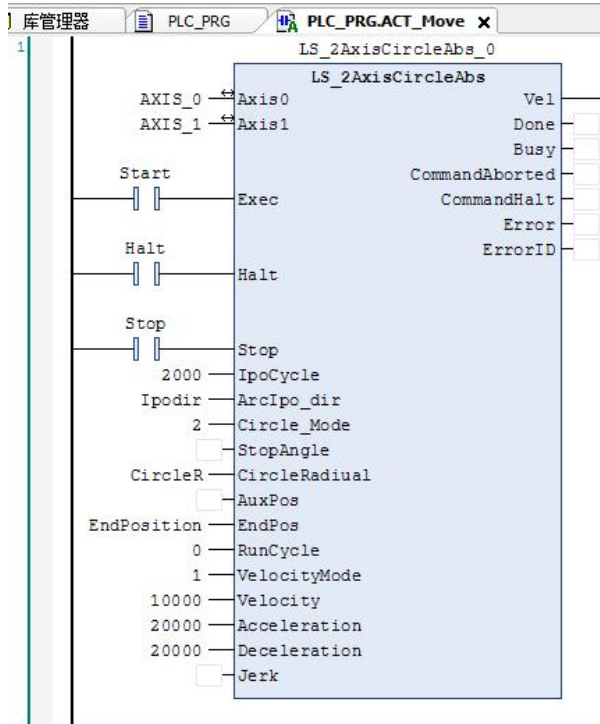

图 8.17 圆弧插补运动模块
- 2) 在主程序 PLC_PRG 下新建上电模块 ACT_Power 和运动模块 ACT_Move，并填写对应的参数和变量，如图 8.17 所示；